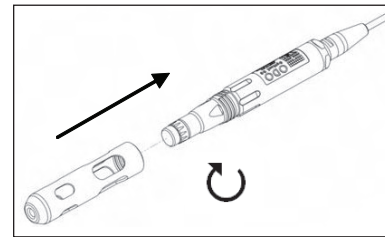

Figura 4
3. Vuelva a colocar el protector de la sonda deslizándolo con cuidado por el sensor para, a continuación, enroscarlo en el conjunto de cable/sonda con una rotación que vaya en el sentido de las agujas del reloj (Figura 4).